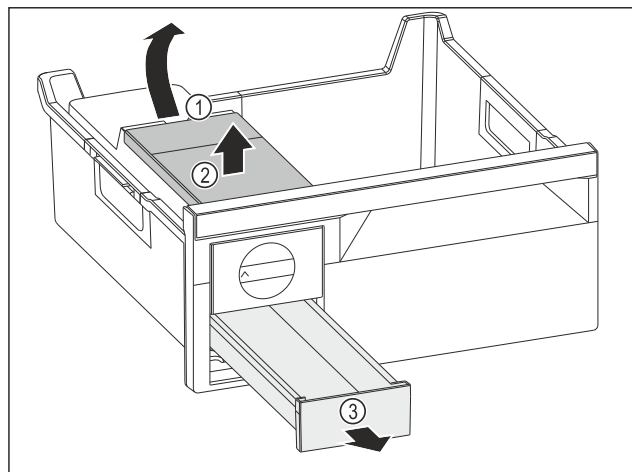

Fig. 77
- Odobratie nádržky na vodu: Nádržku na vodu nadvihnite za vybranie Fig. 77 (1).
- Nádržku na vodu Fig. 77 (2) odoberte smerom nahor.
- Zásuvku na kocky ľadu Fig. 77 (3) odoberte smerom nahor.